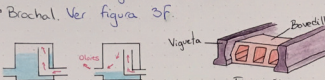

Figura 4b
• Bote esférico. Evita la salida de moho obres. Ver Figura 4b.